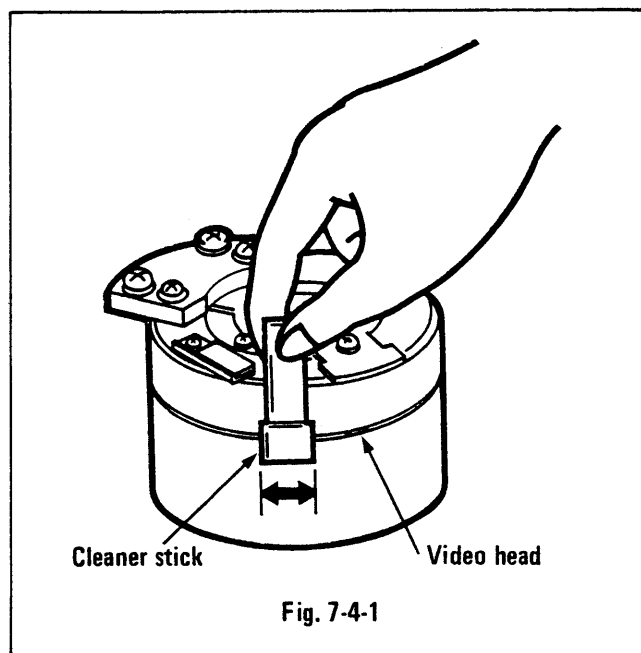

Fig. 7-4-1
1. VIDEO HEAD (See Fig. 7-4-1.)